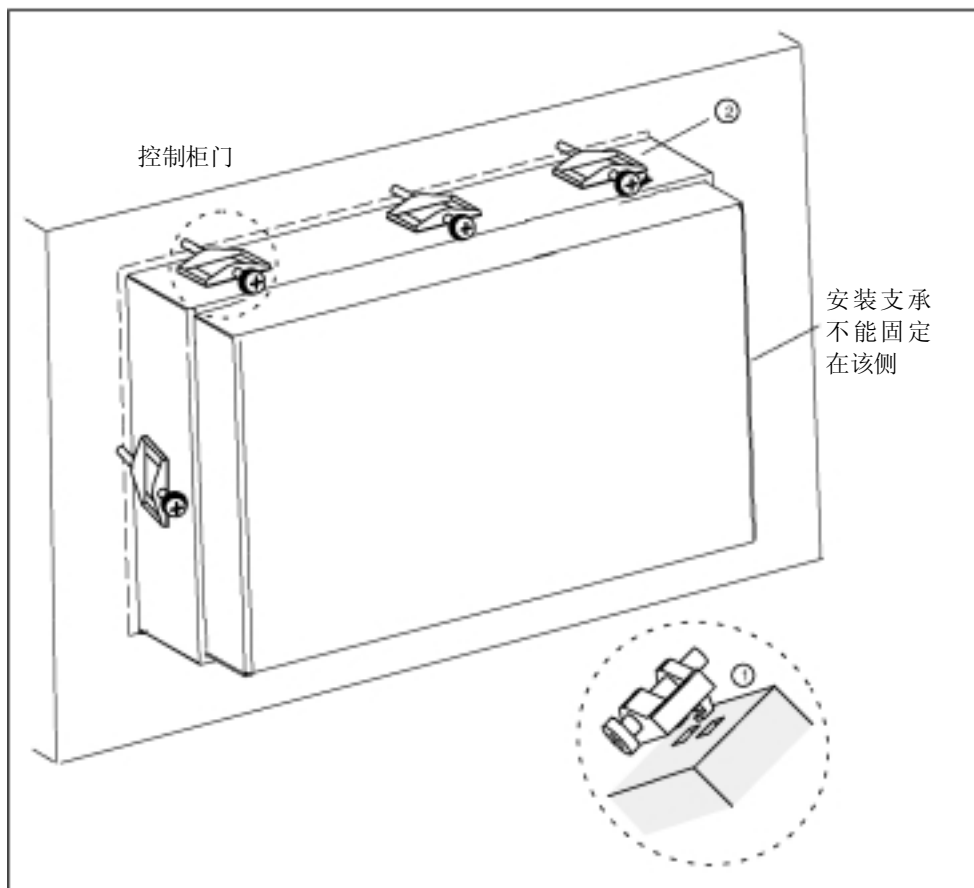

图2-2 C7-613的机械安装
3.	将所提供安装支承①的7个安装钩插入C7-613外壳中的凹槽中。见图2-2。安装支承不能固定在X11连接器附近较窄一侧（图2-2的右侧）。
4.	使用改锥，从控制柜门的后面均匀、交叉拧紧C7-613，直到C7-613的前面支承在控制柜门②上。调整设备，使其周围在外壳和切口部件之间的间隙均匀。